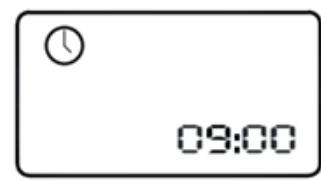

Рис. 2 Интерфейс калибровки
2.3 На первом экране нажмите «Настройка текущего времени», чтобы перейти в экран настройки часов (рис. 2). Системные часы можно настроить с помощью кнопок «Регулировка часов» и «Регулировка минут». Нажмите «Регулировка скорости» или нажмите кнопку в течение 3 секунд, чтобы автоматически вернуться к первоначальному интерфейсу;